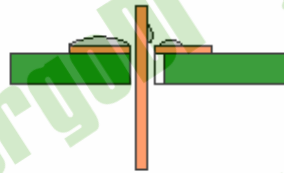

图4
5.3 空焊：基材元器件插入孔全部露出，元器件引脚及焊盘未被焊料润湿（图4）。不可接受。